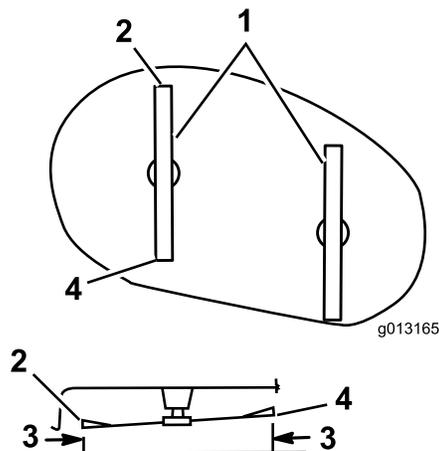

Bild 43
- Messen Sie den Abstand zwischen der vorderen Spitze des linken Messers und der flachen Oberfläche (Bild 43). Wiederholen Sie dies für die hintere Spitze des linken Messers.